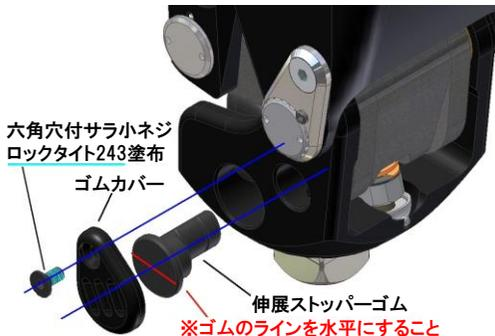

図19 伸展ストッパーゴムの交換
- 3 新しい伸展ストッパーゴスを図 19 に示す向きで挿入してください。このとき、膝継手をバウンスさせた状態ですと、入れやすくなります。